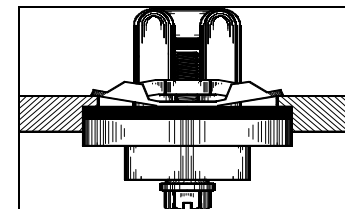

Figure 3 - Chauffe-bloc bien serré dans le bloc.
7. Serrez la vis de verrouillage dans le sens horaire, à un **couple maximal de 2,26 à 2,82 N-m (20 à 25 po-lb)** (fig. 3)